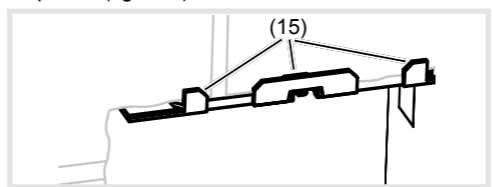

Figura 4: posizione di inserimento degli elementi di fissaggio
Gli angoli di appoggio (15) degli elementi di fissaggio devono poggiare sulla superficie della parete (figura 4).